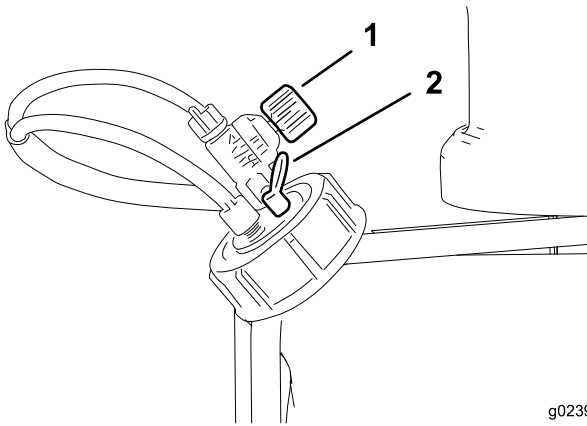

Figura 5
Válvula reguladora de espuma – Esta válvula controla la consistencia de la solución de espuma. Ajuste la válvula para controlar la cantidad de solución jabonosa enviada a las boquillas de espuma. Un flujo mayor producirá gotas de espuma más grandes, y con mayor frecuencia; un flujo reducido producirá gotas de espuma más pequeñas y con menos frecuencia (Figura 5).
Válvula de alivio de la presión—Tire hacia fuera de la pestaña roja del tapón del depósito para aliviar la presión del depósito (Figura 5).
5. La primera vez que utilice el sistema, abra la válvula de ajuste de densidad de la espuma entre 1/8 y 1/4 vuelta (Figura 5).